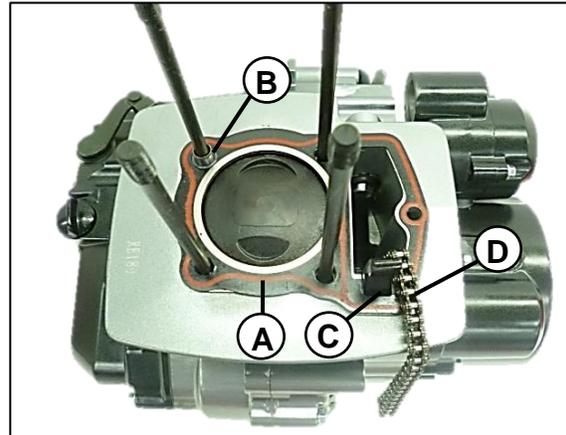

Fig. 33
En la **Fig. 33** podemos ver empaque (A) guía y o-ring, (B) tensor de cadenilla (C) y cadenilla (D).